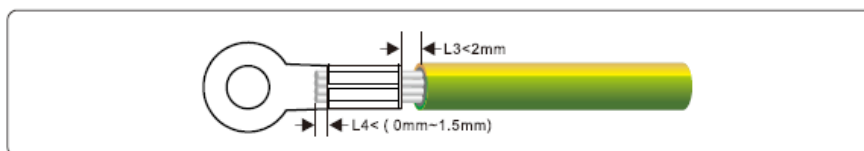

Imagen 5.2 Crimpado de un cable (unidad: mm)
Paso 2 Inserte los cables desnudos en la conexión de la terminal OT y crímpelos usando unas pinzas hidráulicas, tal y como se muestra en la imagen 5.2.